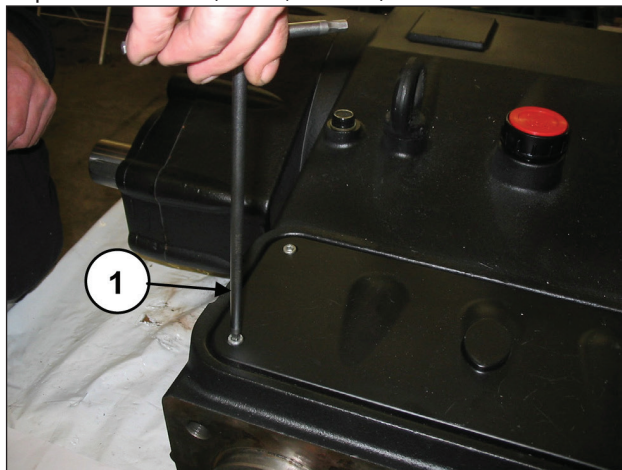

Рис. 122
Снимите верхнюю смотровую крышку, открутив 4 крепежных винта (поз. ①, Рис. 122).